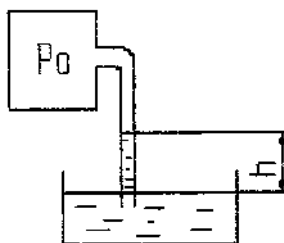

Рисунок 2
2. До резервуара, заповненого газом з тиском  $P_0$ , приєднана трубка опущена в посудину з ртуттю. Необхідно визначити тиск  $P_0$  в резервуарі, якщо ртуть піднялась у трубці на висоту  $h$ . (Рис. 2)
3. До резервуара, заповненого газом з тиском  $P_0$ , приєднана трубка, опущена в посудину з ртуттю. Необхідно знайти висоту  $h$ , на яку піднімається ртуть у трубці, якщо вакуум у резервуарі становить  $P_0$ , а атмосферний тиск -  $P_{атм}$  (Рис. 2).